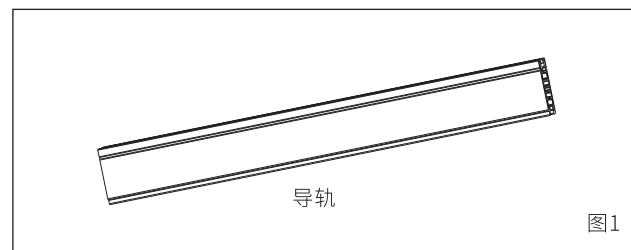

图1
- 1.本产品配用Mayalit品牌导轨（图1）或者其它品牌可兼容的导轨，配用导轨参数：AC220V，最大承载电流16A。